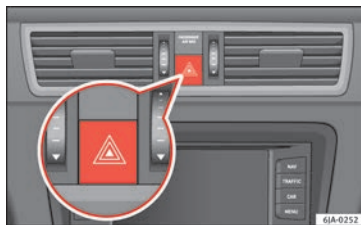

Bild 133 Instrumentbräda: reglage för varningsblinkers
- Tryck på knappen  » **bild 133** för att slå på eller stänga av varningsblinkers.